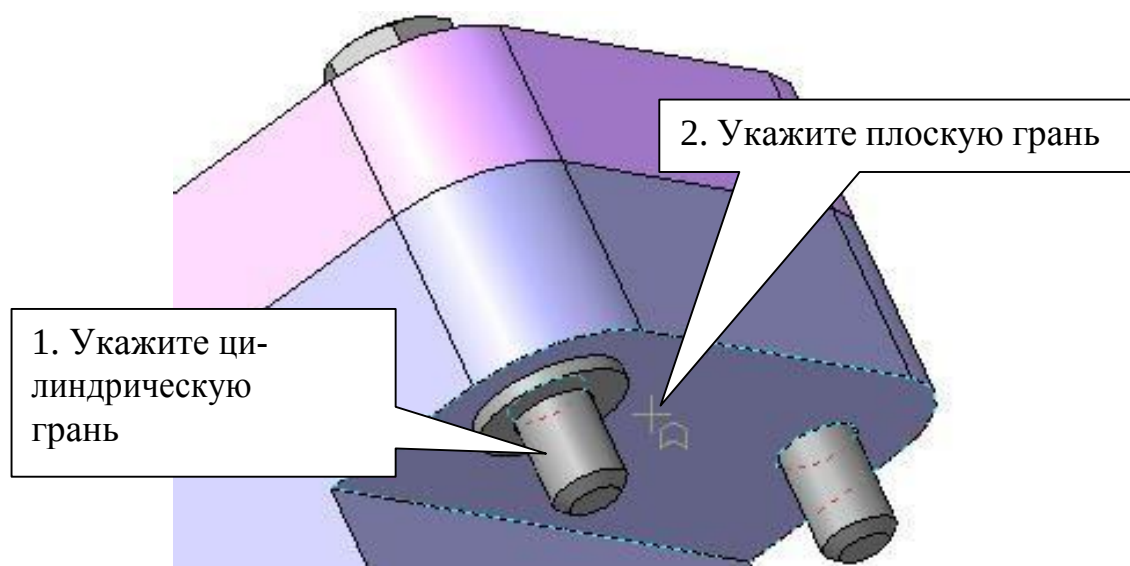

Рис. 20
- Выберите из **Библиотеки крепежа** раздел **Шайбы**. Установите необходимые параметры: Шайба10 ГОСТ 11371-78. проставьте маркер напротив опции **Создать объект спецификации**. Курсором вместе с фантомом шайбы укажите цилиндрическую грань стержня болта (тем самым будет наложено сопряжение **Соосность**), а затем плоскую грань детали «Плита», рис. 20. **Создать объект** . В появившемся окне «Объект спецификации» нажмите кнопку **ОК**. Установите шайбу на второй болт.